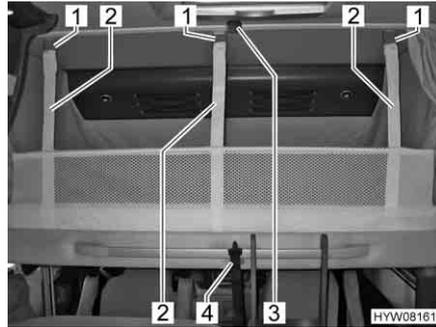

Fig. 91 Letto basculante con rete protettiva montata
- Staccare la cintura di ritegno (Fig. 91,4).
- Staccare le cinture di ritegno (Fig. 91,2) e sistemare la rete protettiva sotto il materasso.
- Assicurare il letto basculante al soffitto (Fig. 91,3) mediante la cintura di ritegno (Fig. 91,4).
- Agganciare la cintura di ritegno (Fig. 91,2) ai ganci (Fig. 91,1) del soffitto.